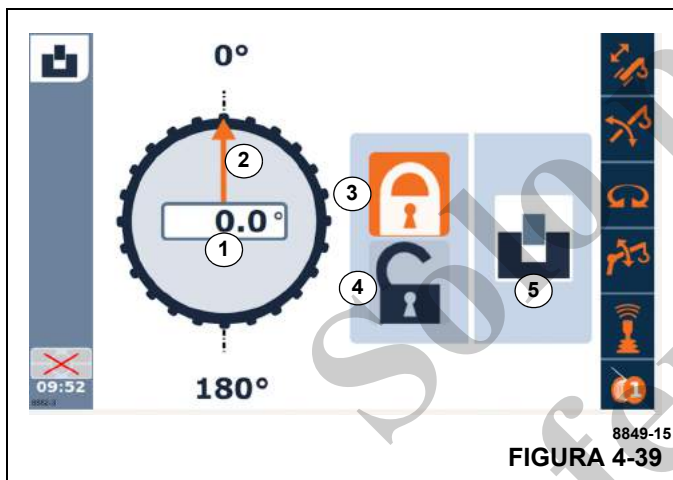

FIGURA 4-39
- Para fijar el bloqueo de giro en 360°, use el cuadrante selector para resaltar (4, Figura 4-39) y oprima la tecla Intro (Enter). El número 5 debe dejar de mostrar desbloqueo y mostrar bloqueado.
- Seleccione el símbolo (4, Figura 4-39).
- Oprima el botón hasta que el símbolo (5) se muestre con el pasador afuera.